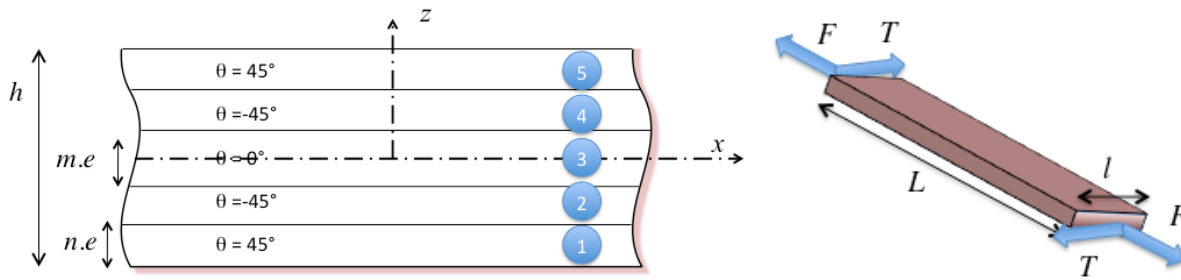

Figure 1: Composite stratifié à 5 couches sollicité en traction et en cisaillement dans son plan.
Les couches externes sont symétriques et placées à $\pm 45^\circ$. La couche centrale à une couche à 0° . Elles sont faites de plis d'épaisseur $e = 0.1 \text{ mm}$. Comme indiqué sur la figure 1, les couches à $\pm 45^\circ$ sont supposées avoir n plis alors que la couche à 0° possède m plis.
5. Une structure faite de ce composite est soumise à un chargement de traction simple dans le sens L de la couche à 0° , de résultante $F = 10000N$, combiné à un cisaillement de résultante $T = 5000N$ (voir figure 1). Ses dimensions sont $L = 400mm$, $l = 20mm$ et $h = (4n + m)e$.